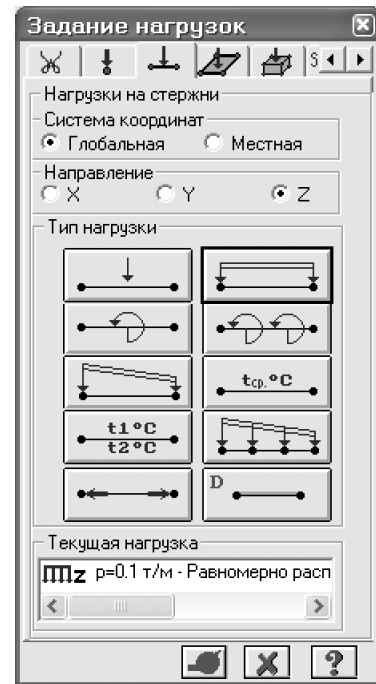

Рис.8.19. Диалоговое окно
- С помощью меню **Выбор ⇒ ПолиФильтр** (кнопка  на панели инструментов) вызовите диалоговое окно **ПолиФильтр** (рис.8.19).
- В диалоговом окне **Задание нагрузок** (рис.8.19) активизируйте закладку **Нагрузки на стержни**.